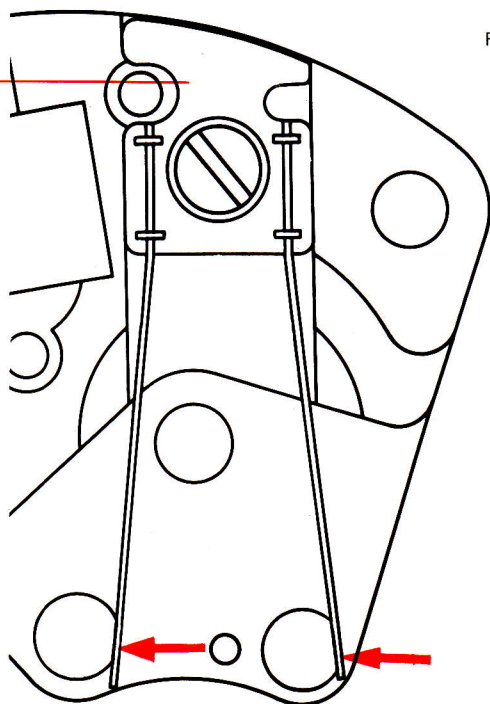

Fig. 6
- 8.1. Verificar el tensado del muelle-fricción doble según fig. 6. Los dos brazos del muelle deben hacer tangente con las piedras, de la rueda de segundero central y de la rueda de juego de trinquete respectivamente. Controlar que los dos brazos del muelle estén paralelos a la placa del puente. Corregir lo que sea necesario.